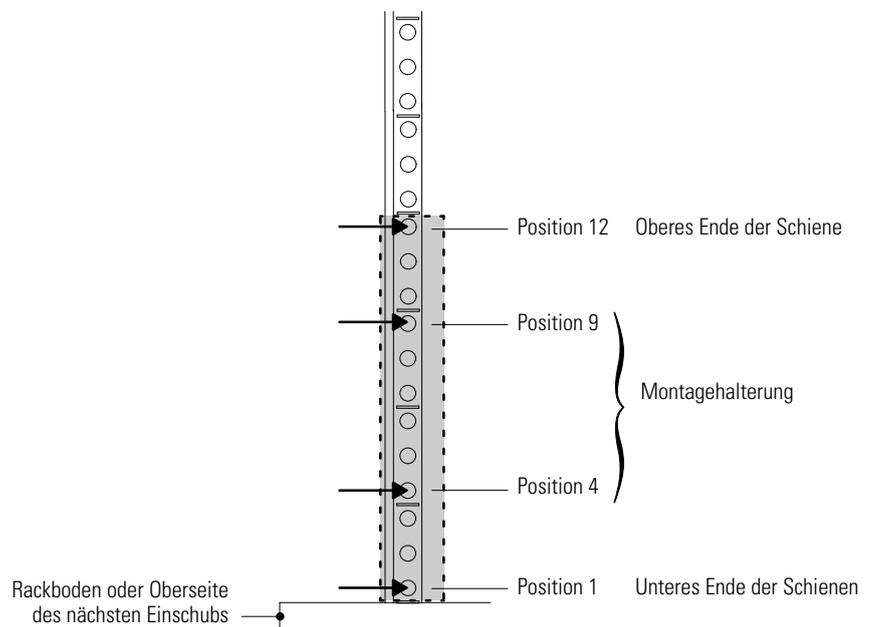

Abbildung 17. Positionen für die vorderen Schienenschrauben der USV
1. Für die Positionierung der USV im Rack die passenden Löcher auswählen (siehe Abbildung 17).
3. Die Schiene mit den zwei M5-Maschinenschrauben an der Rackvorderseite befestigen und die Schrauben leicht anziehen (siehe Abbildung 17 und Abbildung 19).